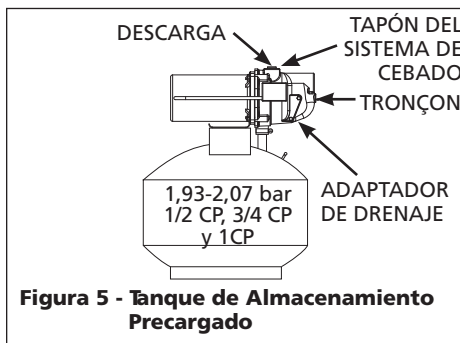

Figura 5 - Tanque de Almacenamiento Precargado
1. Saque el tapón de drenaje y el tapón para cebar a fin de que se vacíe el sistema (Figura 5 en la página 26).